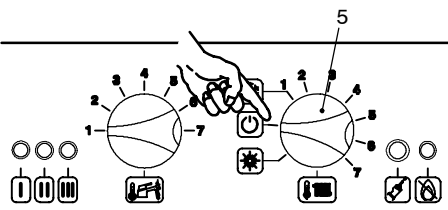

fig. 7.10
- 16 Posizionare il selettore 5 come indicato in fig. 7.10 per uscire dalla programmazione.